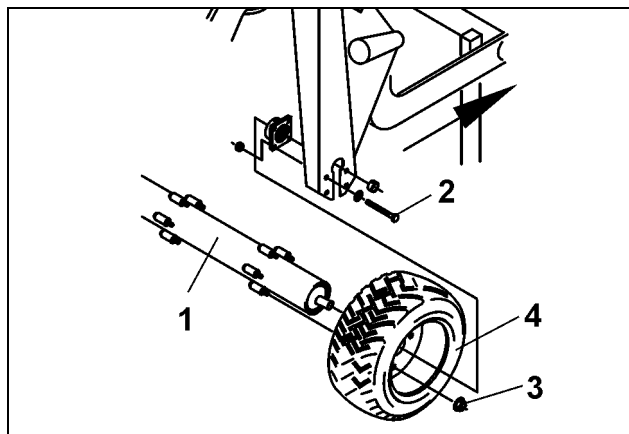

Рис. 106
- Каток закрепите при помощи противооткатных упоров для колес и открутите каток (Рис. 106/1). Для этого с обеих сторон извлеките крепежные болты (Рис. 106/2)
- Снимите шестигранные гайки (Рис. 106/3) и колеса (Рис. 106/4) с катка.